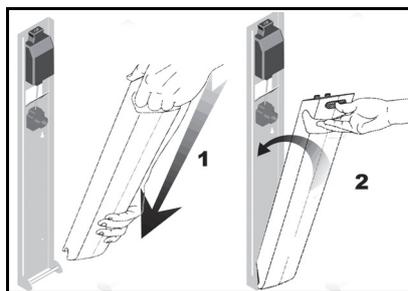

Fig. 2
- 1) Insira o conjunto de bateria na unidade de carregamento e empurre-o para dentro com firmeza (veja Fig. 2).